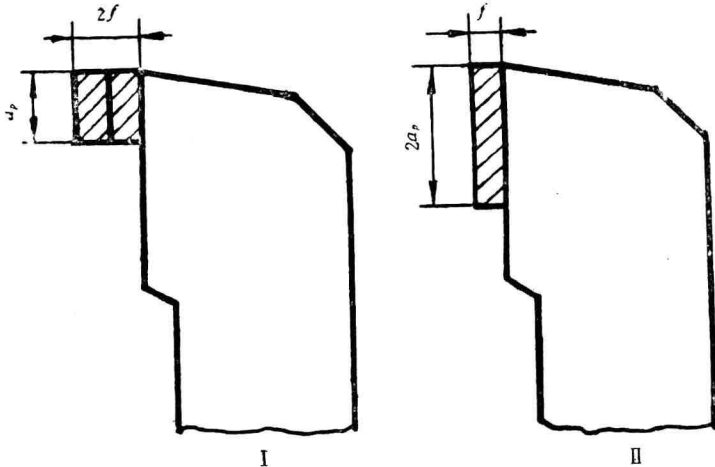

图14 判别切削力大小
41. 试判别如图14 I、II 两种切削方式, 哪一种平均变形大? 哪一种切削力小? 为什么? 切削条件: (I) $K_r = 90^\circ$, $r_e = 0.5\text{mm}$, $a_p = 1\text{mm}$, $f = 1\text{mm/r}$